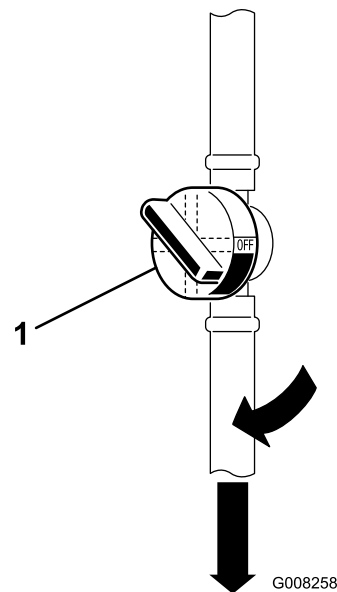

Figura 10
1. Aprite la valvola di intercettazione del carburante (Figura 10), situata tra il serbatoio del carburante e il motore.